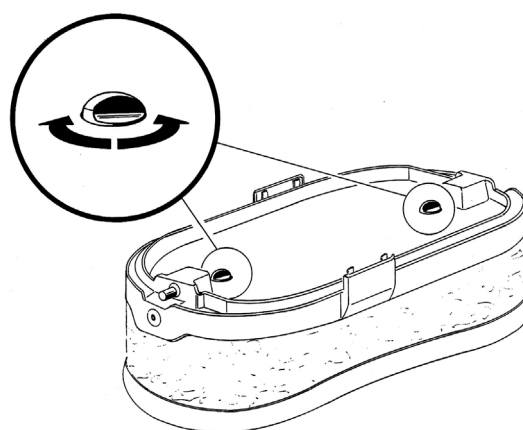

figura 2
**10** E' possibile impedire la rimozione del coperchio ruotando i selettori posti nella parte inferiore. (vedere figura 2)